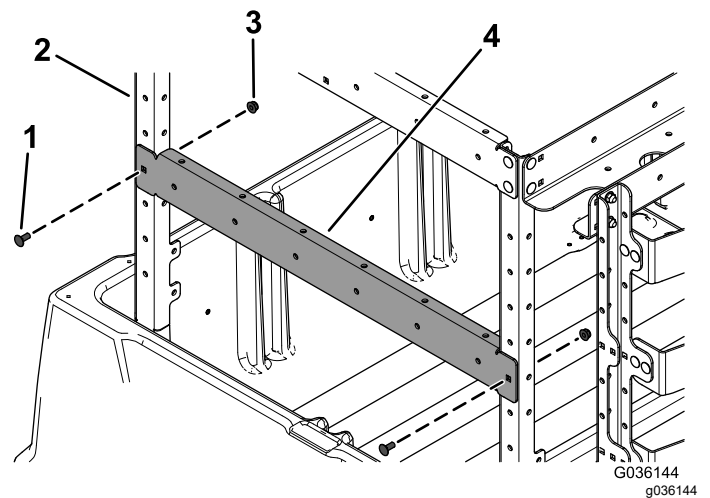

图7
6. 如图7所示用2个托架螺栓 $\frac{5}{16} \times \frac{3}{4}$ 英寸和2个凸缘螺母 $\frac{5}{16}$ 英寸将前支撑托架每侧有1个孔安装到2个前立架支架。